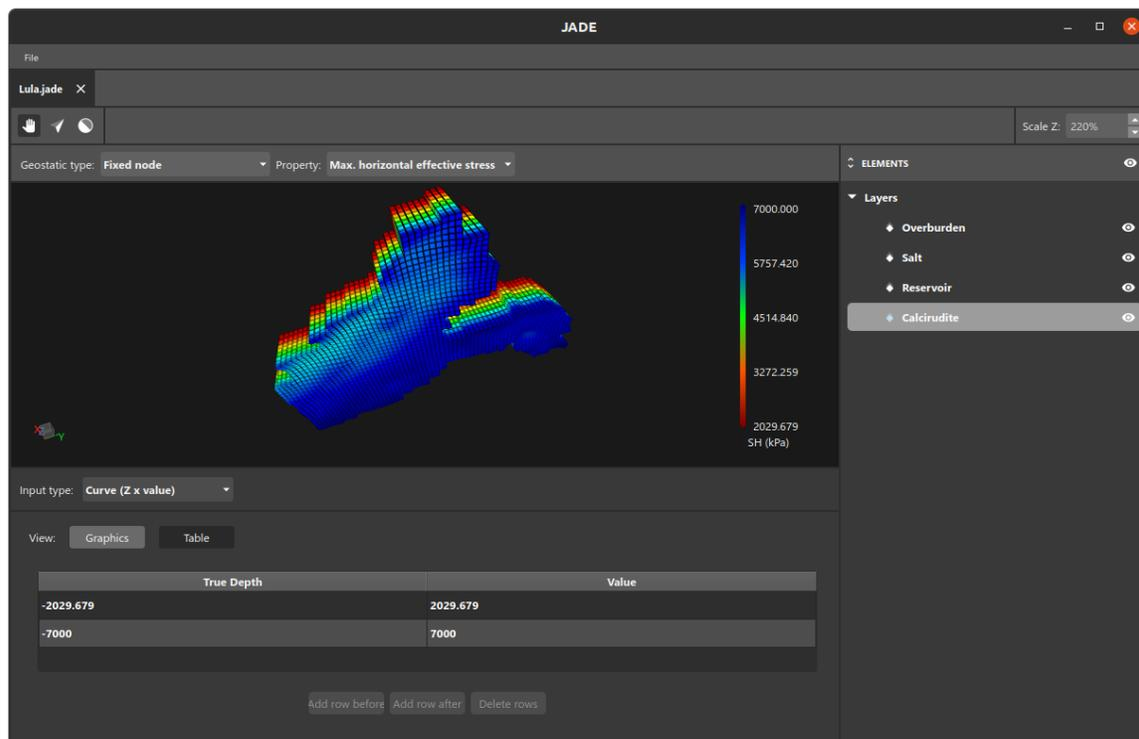

Figura 40 - Edição de propriedade usando input Curve e visão Table.
No modo *Table*, preferível para uma configuração mais rápida e precisa, a curva é exibida em modo tabela, com uma coluna para as profundidades (Z) e outra para os valores. Observe, na Figura 40, um exemplo de modelo configurado utilizando o input de Curva, e a visualização desta no modo *Table*.